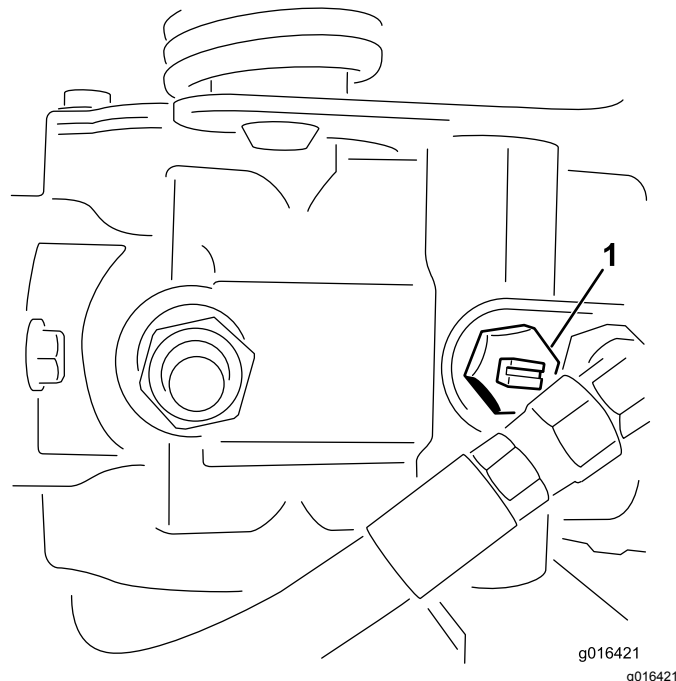

図 27
1. 油圧ポンプについているバイパスバルブを左に2回転させる 図 27。
2. エンジン进行掛ける時にはバルブを右に2回転させて元通りに閉める 図 27。